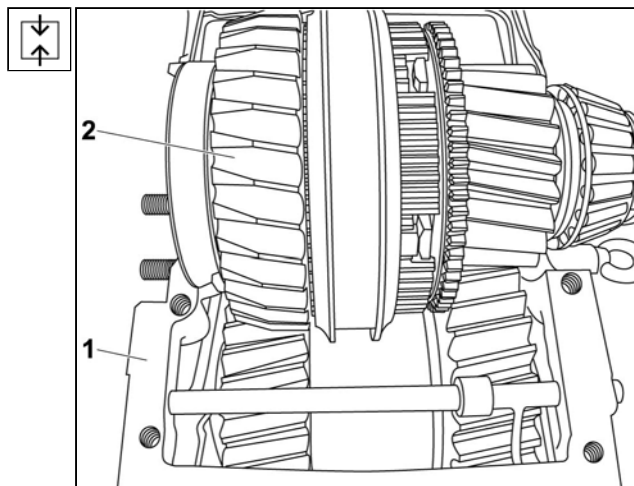

Рис. 4.52 Установка приводного вала
11. Снять серьгу **2** раздаточной коробки **1** и завинтить пробку с новым уплотняющим кольцом (Смт. Рис. 4.52).